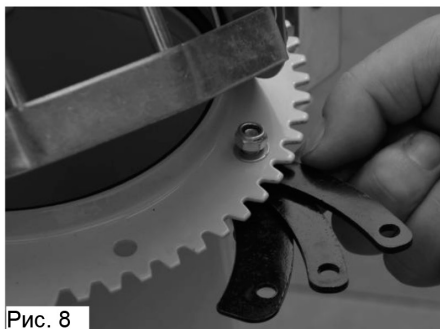

Рис. 8
2. Используя пластины для установки желоба установите желоб (Рис. 8, 9);